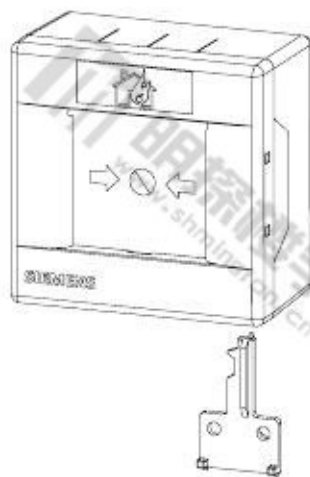

图 8
2. 如图 8 所示将钥匙从底部插入，玻璃片倾斜，启动开关，LED 指示灯闪亮。